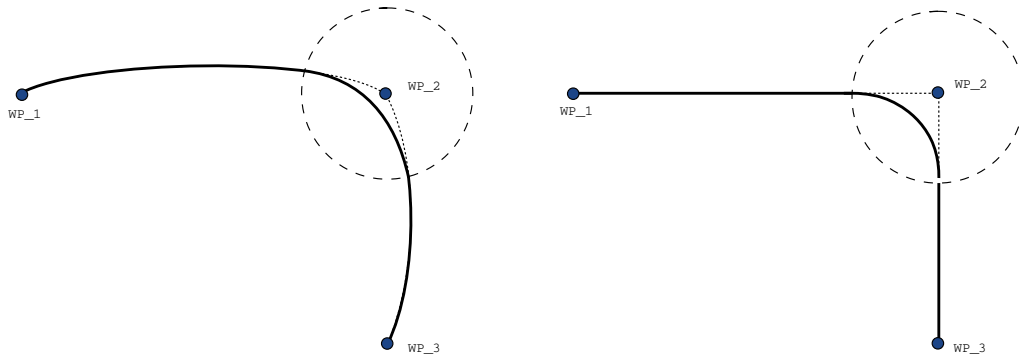

Figure 15.6: ジョイント空間 (MoveJ) 対デカルト空間 (MoveL) の移動とブレンド。
- **MoveJ** を含むブレンド MoveJ ブレンドにより、ジョイント空間にスムーズなカーブを描きます。これにより、MoveJ から MoveJ、MoveJ から MoveL、MoveL から MoveJ へのブレンドを行います。このブレンドにより、ブレンドがない移動よりもよりスムーズで高速な軌道を生み出します (図 15.6 参照)。速度および加速度が速度プロファイルを規定するために使用されている場合、このブレンドはブレンド時のブレンド半径内にとどまります。時間を速度および加速度の代わりに使用して、両方の移動に関する速度プロファイルを規定する場合、ブレンド軌道は元の MoveJ の軌道に追従します。両方の動作が時間制約されているときは、ブレンドを使用しても時間は節減されません。